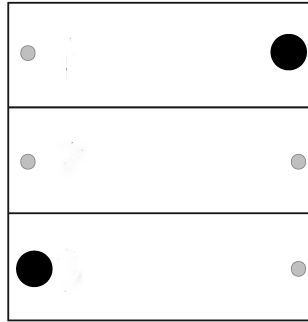

Imagen 7: Activar el modo de programación para teclas de escena
- Pulsar simultáneamente las teclas superior derecha e inferior izquierda durante más de 4 segundos (Imagen 7).
- Pulsar simultánea y brevemente las teclas superior derecha e inferior izquierda (Bild 7).